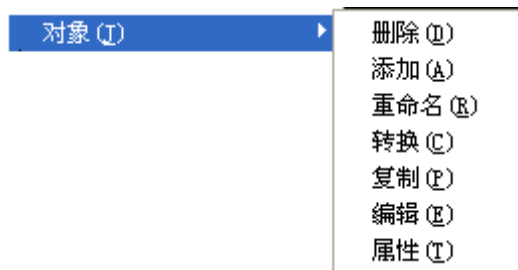

图 2-3-4 对象子菜单
- 工程[P]/对象[J]: 对所选中的对象实现删除、添加、重命名、转换、复制、编辑和属性等操作, 如图 2-3-4 所示。